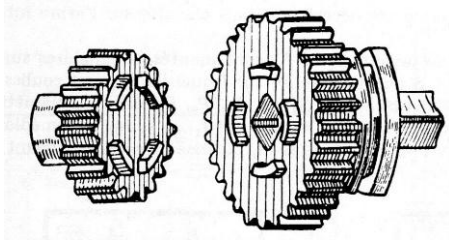

Figure I.5. Exemple de crabotage de prise directe
- à l'aide de tenons de forme spéciale (fig. I.5) appelés crabots, ou quelquefois clabots, que l'on usine sur la face intérieure du pignon de prise constante (primaire ou secondaire) et sur la face du pignon voisin ;